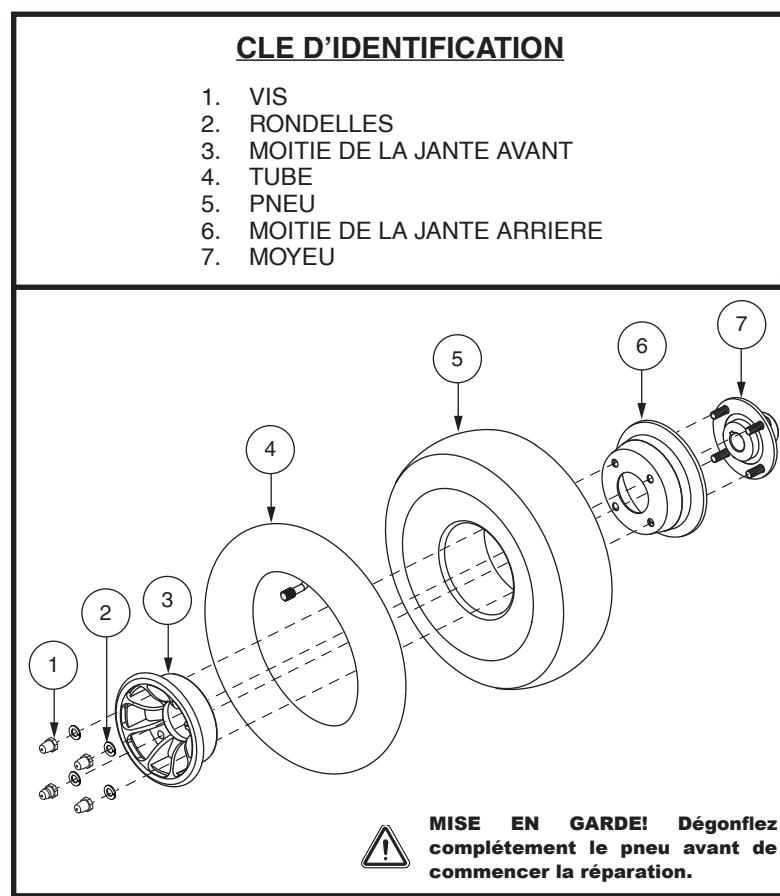

Figure 24. Roue pneumatique motrice démontée/montée
6. Retirez les vis et séparer les moitiés de la jante. **Voir la figure 24.**
7. Retirez le vieux tube du pneu et le remplacer par un nouveau tube. **Voir la figure 24.**